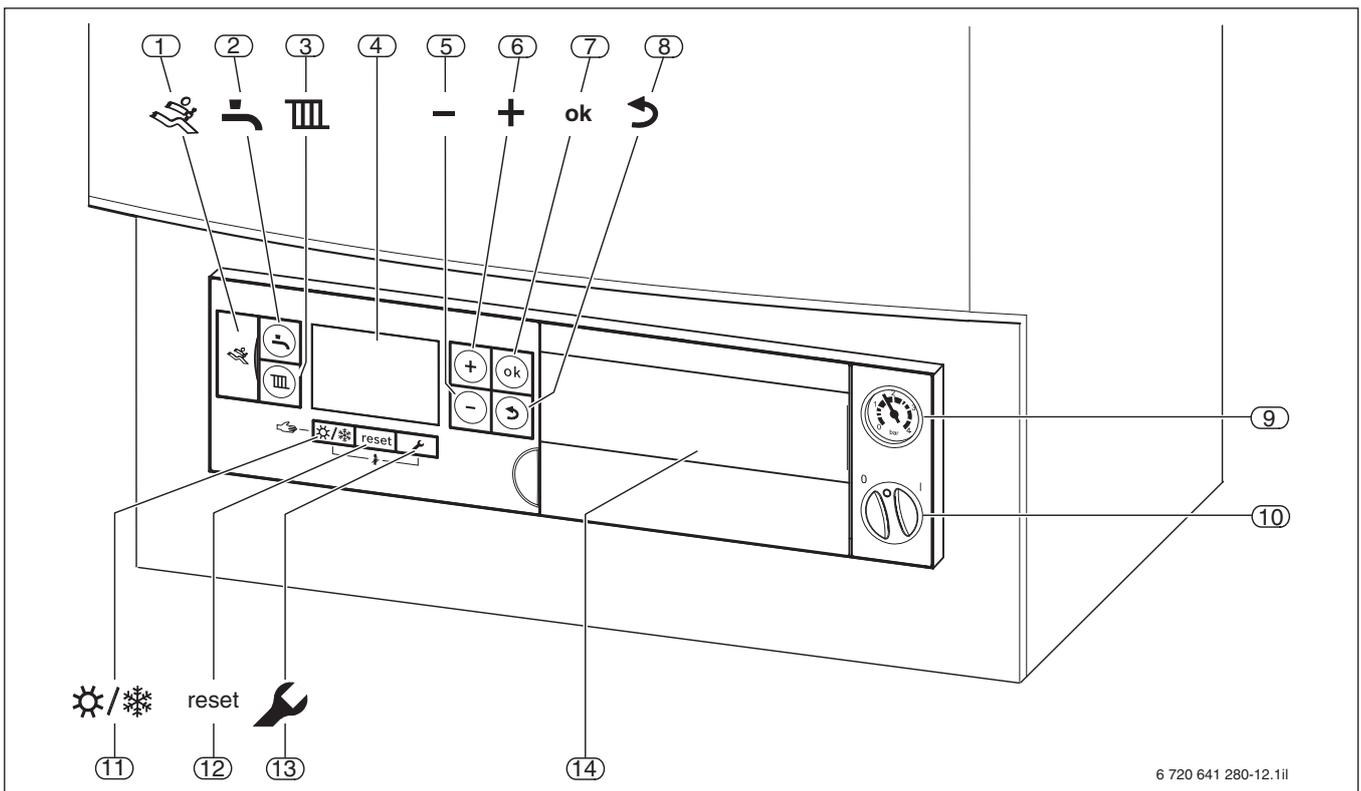

Bild 17 Anzeigen und Bedienelemente des Basiscontrollers Logamatic BC25 (hier eingebaut im Wandgerät GB172)
- Ein- und Ausschalten des Kessels und aller angeschlossenen Module über eine Ein/Aus-Schalter (→ Bild 17, [10], Seite 43)
- Taste Umschaltung „Sommer-/Winterbetrieb“ (→ Bild 17, [12], Seite 43)